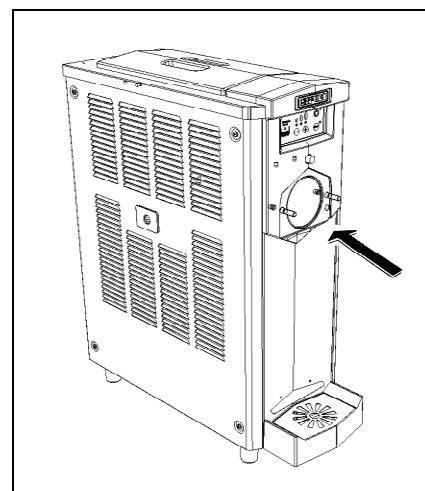

Fig. 17
- **L**aver soigneusement le cylindre de congélation et le bac supérieur en éliminant tout résidu de produit à l'aide d'une éponge propre imbibée de produit d'assainissement en veillant à mouiller complètement toutes les surfaces pendant au moins 60 secondes. Laisser ensuite sécher et s'assurer de suivre les réglementations locales indérogables (voir fig.17).
- **V**aporiser ensuite la solution d'assainissement sur toutes les parois du cylindre et du bac supérieur et laisser agir selon les prescriptions du fabricant du produit d'assainissement (voir fig.17).